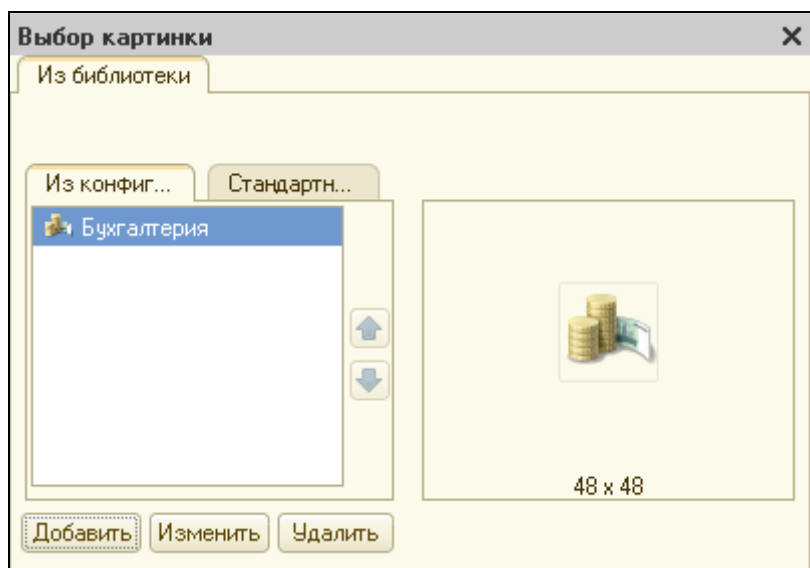

Рисунок 10.5 Результат присвоения картинки подсистеме Бухгалтерия
5. Закройте окно с картинкой (рис.10.5).